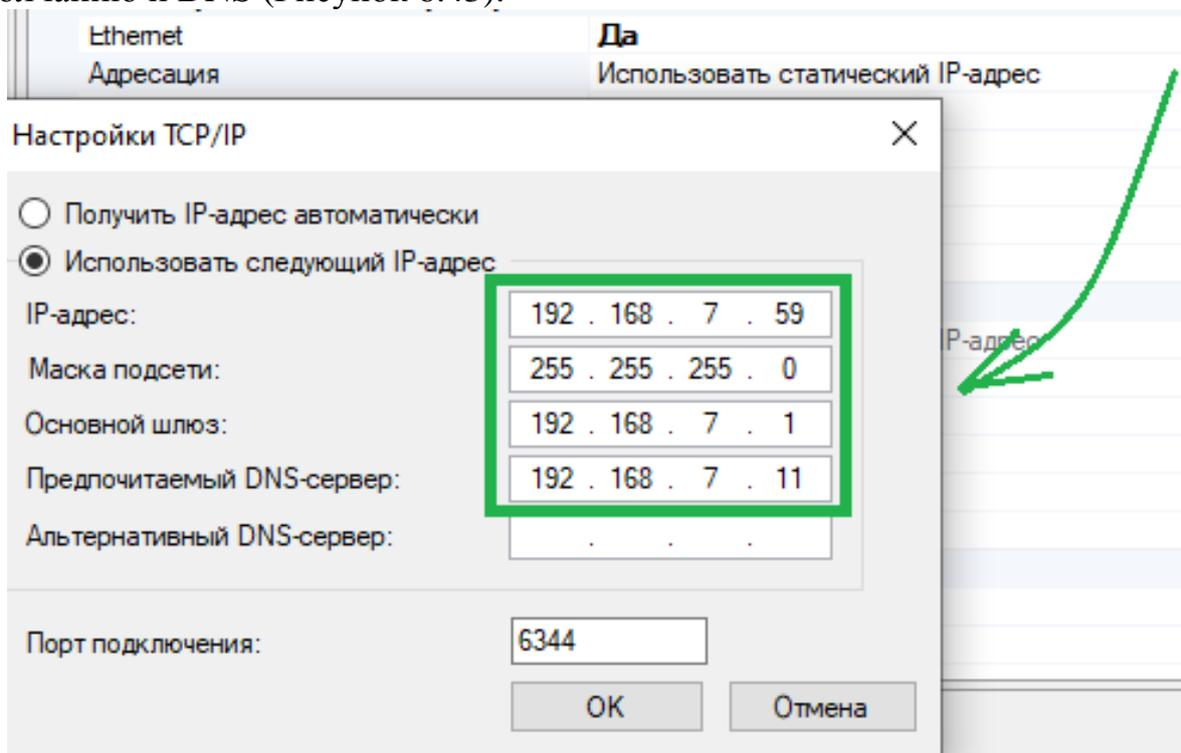

Рисунок 6.43
- Если используется статический IP-адрес, необходимо задать Шлюз по умолчанию и DNS (Рисунок 6.43).